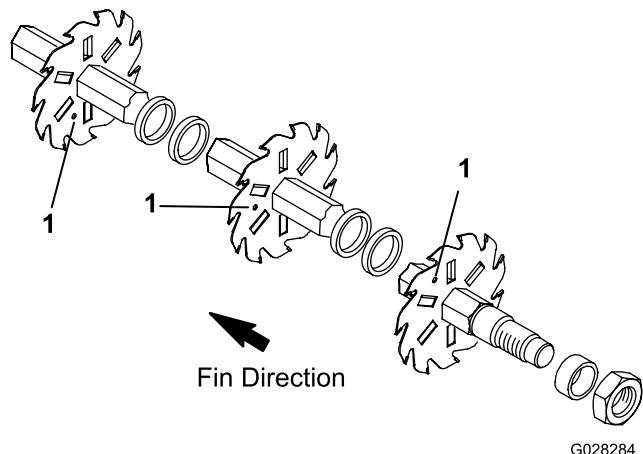

Figura 5
3. Instale a lâmina seguinte no sentido contrário ao dos ponteiros do relógio de modo a que o orifício indicador de referência fique desalinhado com a primeira lâmina um 1 hex do eixo (Figura 5). Continue a instalar os espaçadores e as lâminas desta forma até o complemento de lâminas completo estar instalado.